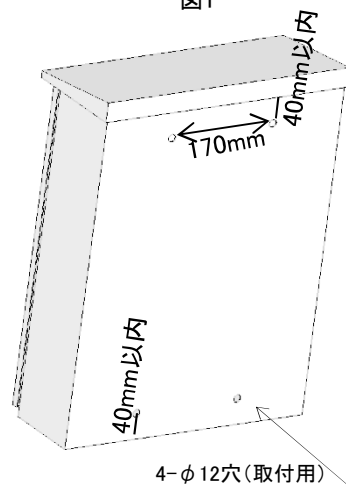

図2
- ② 取り付け用の穴を上下端から40mm以内で巾は170mmでボックスの背面に開けてください。〈図2〉